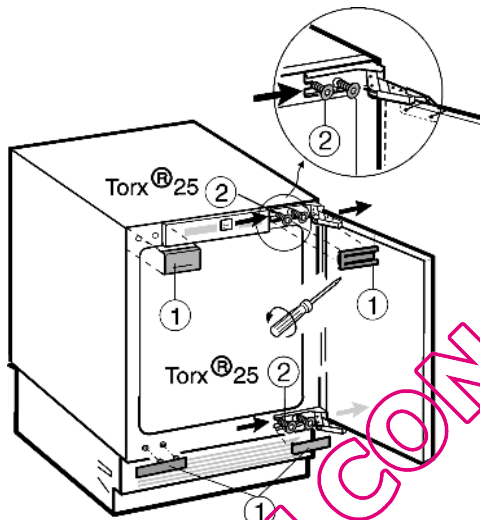

Fig. 1
- ▶ Retirer les caches Fig. 1 (1).
- ▶ Desserrer seulement les vis de fixation Fig. 1 (2).
- ▶ Déplacer les vis de fixation Fig. 1 (2) du haut et du bas de l'autre côté.
- ▶ Accrocher la porte de l'appareil aux vis de fixation Fig. 1 (2) montées au préalable.
- ▶ Serrer les vis de fixation Fig. 1 (2) avec un couple de serrage de 4 Nm.
- ▶ Remonter les caches Fig. 1 (1).